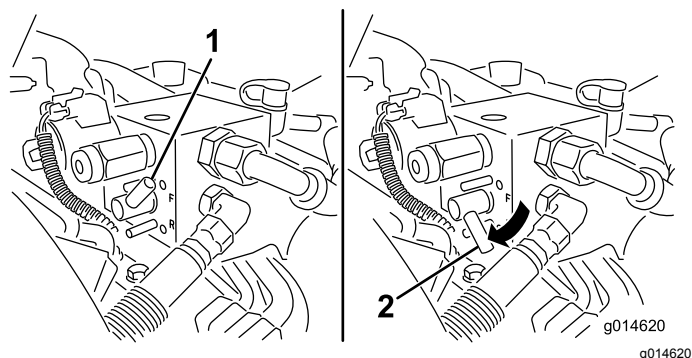

Рисунок 52
5. Поверните рычаг заточки обратным вращением в положение ОБРАТНОЕ ВРАЩЕНИЕ (R) (Рисунок 52).